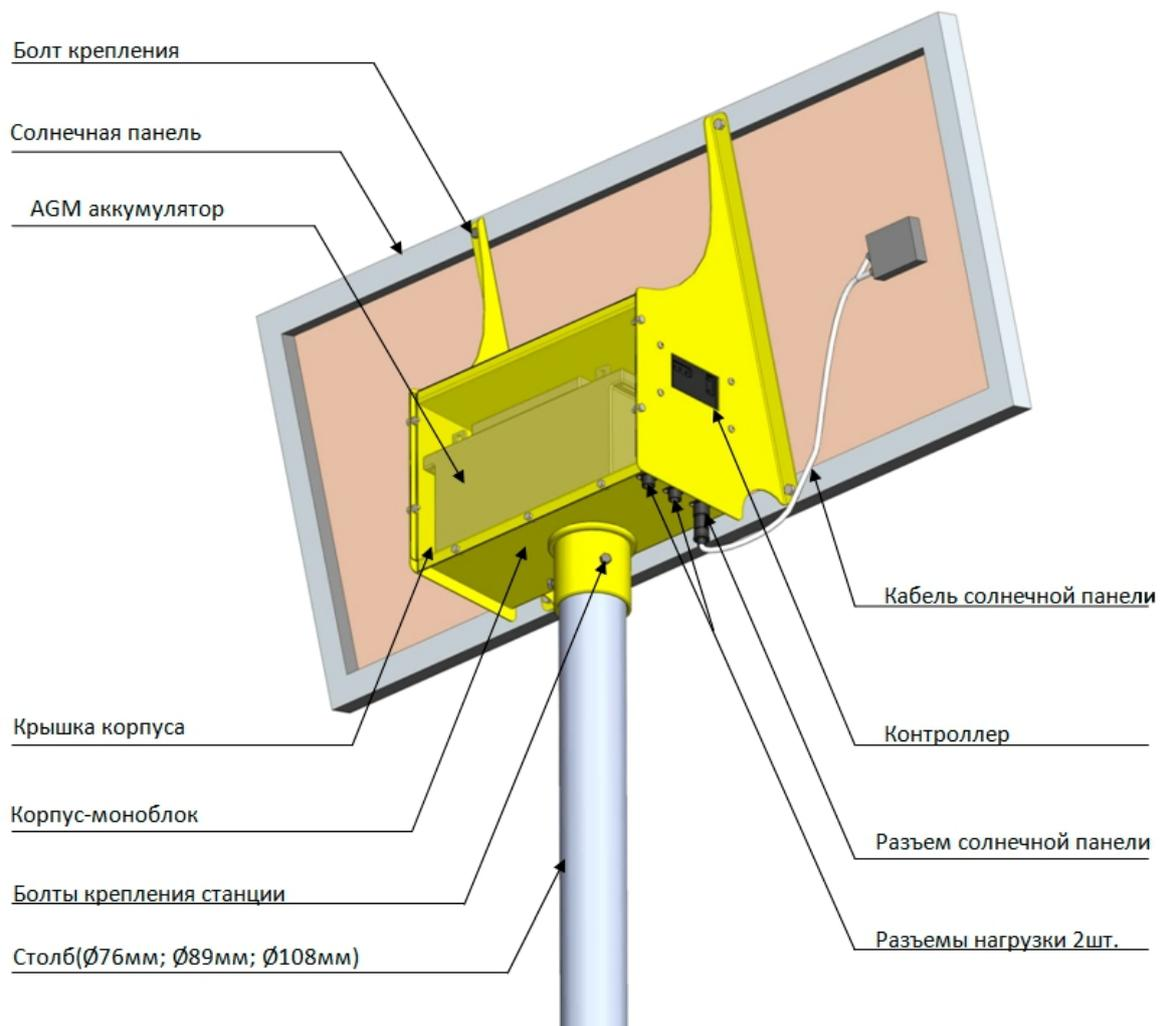
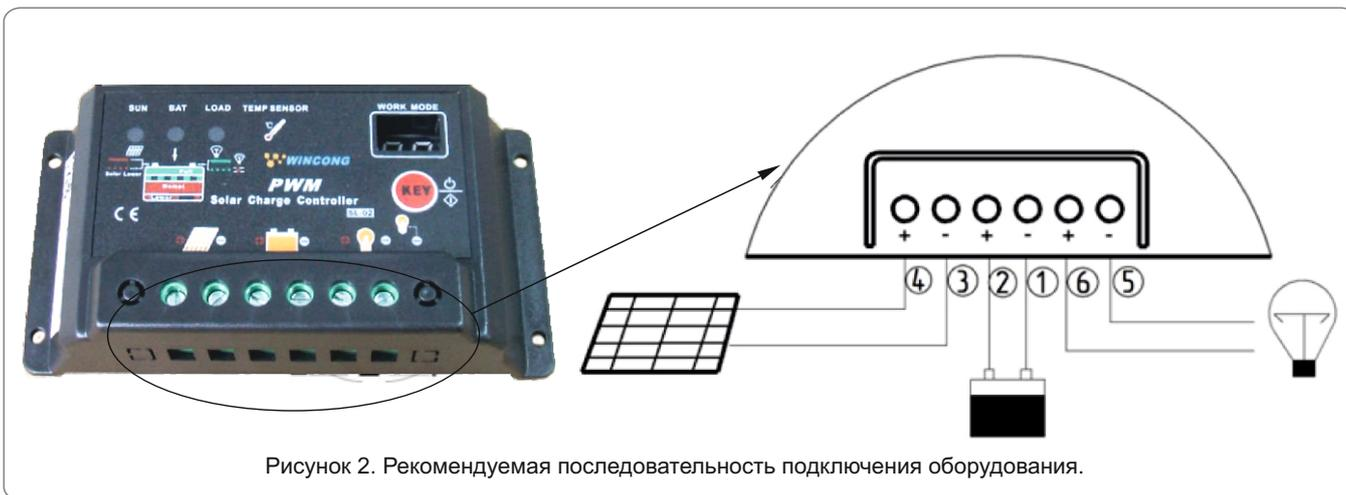

Рис. 1. Устройство Солнечной электростанции.
Рисунок 2. Рекомендуемая последовательность подключения оборудования.
3. Подсоединить к клеммам аккумулятора кабель, идущий от клемм контроллера 1 и 2 (рисунок 2).
5. Подключить кабель солнечной панели к ответному разьему солнечной электростанции (рисунок 1), идущему от клемм контроллера 3 и 4 (рисунок 2);
9. Подключить кабель нагрузки к ответному разьему солнечной электростанции (рисунок 1), идущему от клемм контроллера 5 и 6 (рисунок 2).